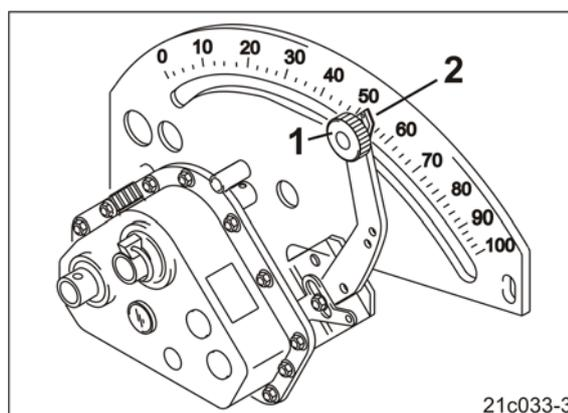

Fig. 50
3. Drehknopf (Fig. 50/1) lösen.
4. Zeiger (Fig. 50/2) von unten auf die Getriebe-Einstellnummer der Skala (Fig. 50/3) stellen.